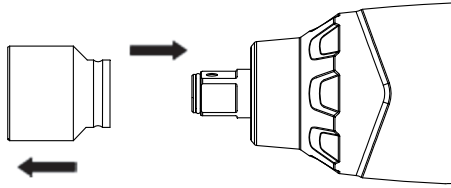

Fig. 3
1. Inserte un enchufe en el yunque. (ver Fig. 3)
1. Extraiga el enchufe del yunque directamente. (ver Fig. 3)